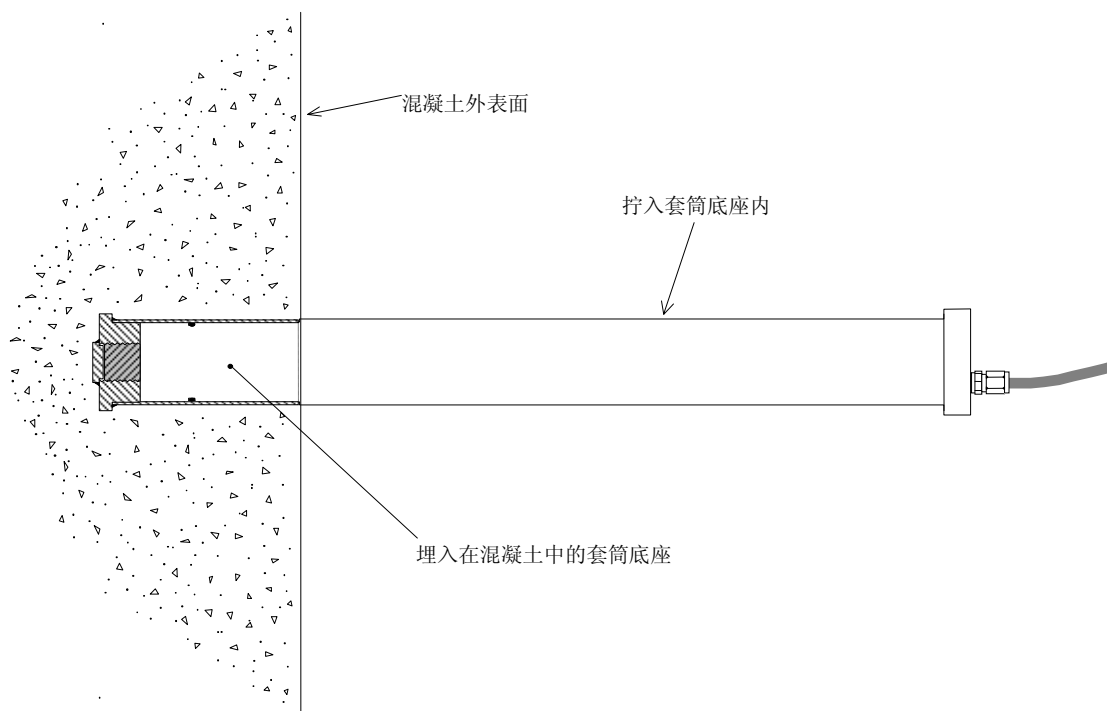

图3 - 埋入式测缝计安装示意图
4. 在传感器连接器的丝扣上抹少许环氧或螺纹锁固剂，把传感器推进套筒底座直至不动。在施加向孔内压力的同时，顺时针方向旋转传感器直到接头稳妥地拧紧在套筒底座内的丝扣中，如图 3。**注意：如果用刚性直埋式电缆，电缆束或卷筒也应旋转进行，以免卷曲电缆。**